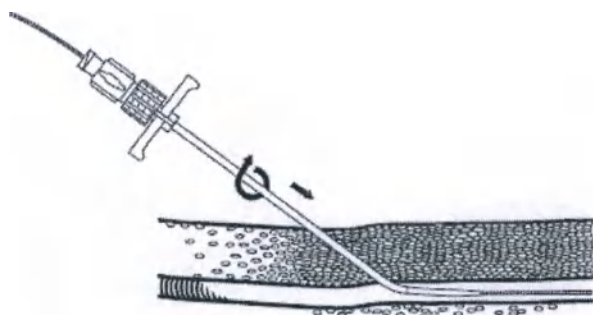

Рис. 4
4. Введите интродьюсер в сборке с катетером, внешний диаметр которого .018 дюймов (0.46 см) больше диаметра проводника. Вращающим движением, продвигайте сборку к сосуду. (Рис. 4)